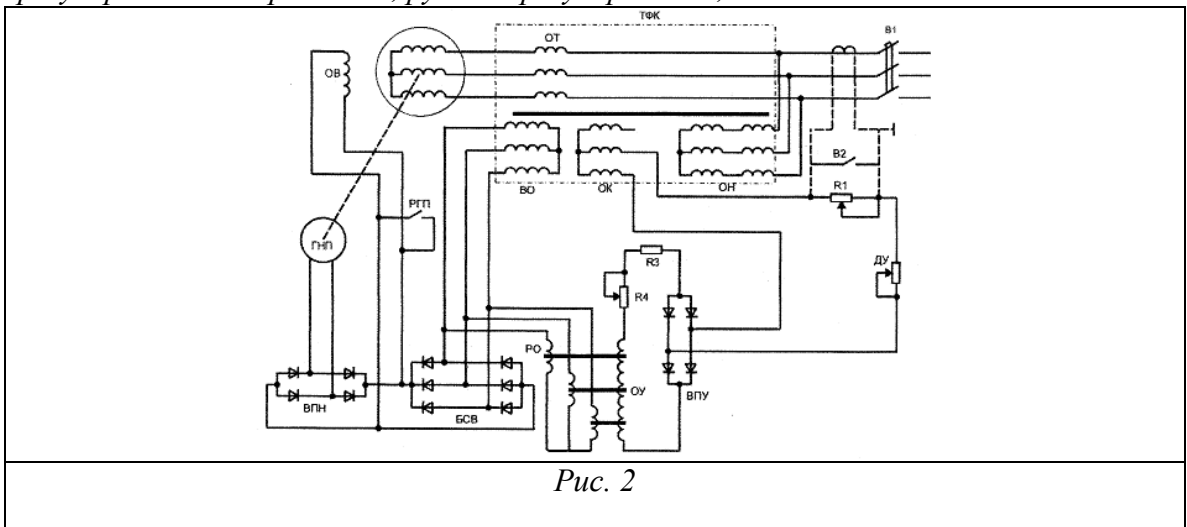

Рис. 2
- Указать элементы и принцип работы судового генератора (рис.2), объяснить работу системы начального подмагничивания, системы АФК, автоматического регулирования напряжения, ручного регулирования, гашения поля